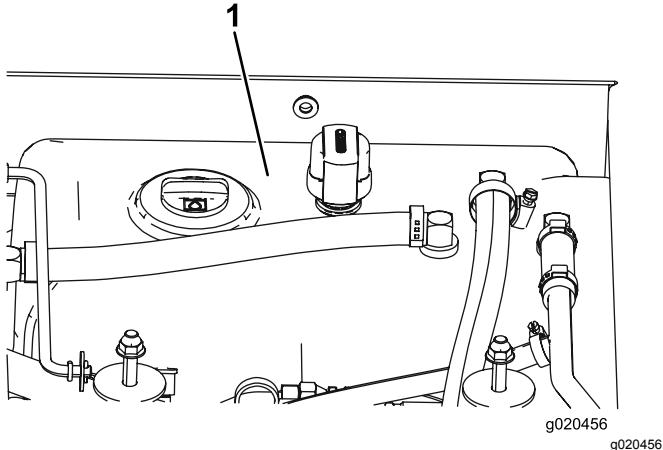

Bild 97
- Füllen Sie den Hydraulikbehälter (Bild 97) mit Hydrauliköl, siehe Prüfen des Hydrauliköls \(Seite 67\).